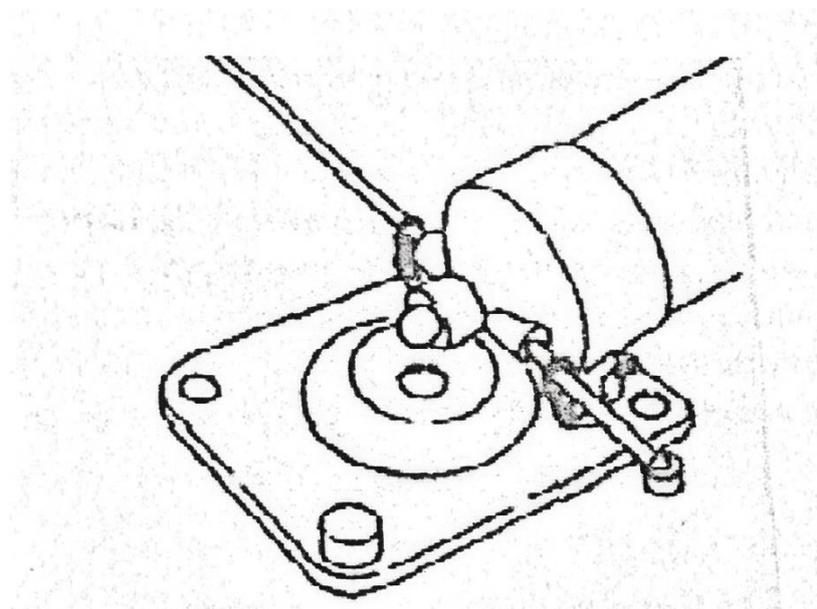

Рисунок 17 – Установка кола
- вставить кол с кольцом в боковые отверстия у основания мачты, а также в уши цепей, расположенных на опорной плите (рисунок 17);